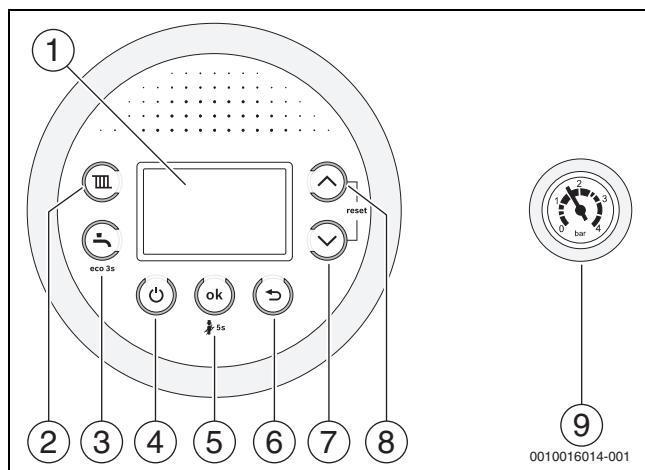

Fig. 1 Panoramica pannello di comando
- Spegnerne l'apparecchio con il tasto  (→ fig. 1).